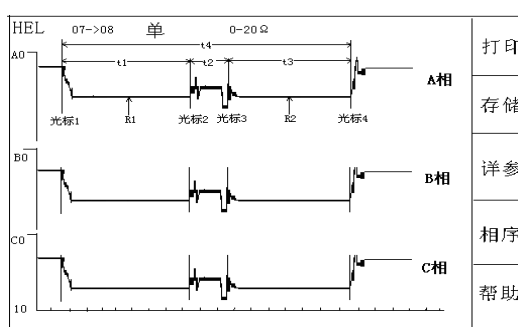

图 17 有载开关过渡波形
1. 有载开关过渡波形如图 17 所示：
要观察各段波形的电阻值，需将光标 2 移到要观察的波形段（应选择较为平直处），如图 17 所示：
T_0 是三相同期，确定 A、B、C 三相的同期性，只看 A、B、C 三相 T_0 的值就可以。如图 17 所示，仪器以 A 相光标 1 为参照，A 相 T_0 值始终为 0，如 B、C 两相中某相时间超前，则超前相 T_0 值不等于 0，该时间为三相不同期时间。